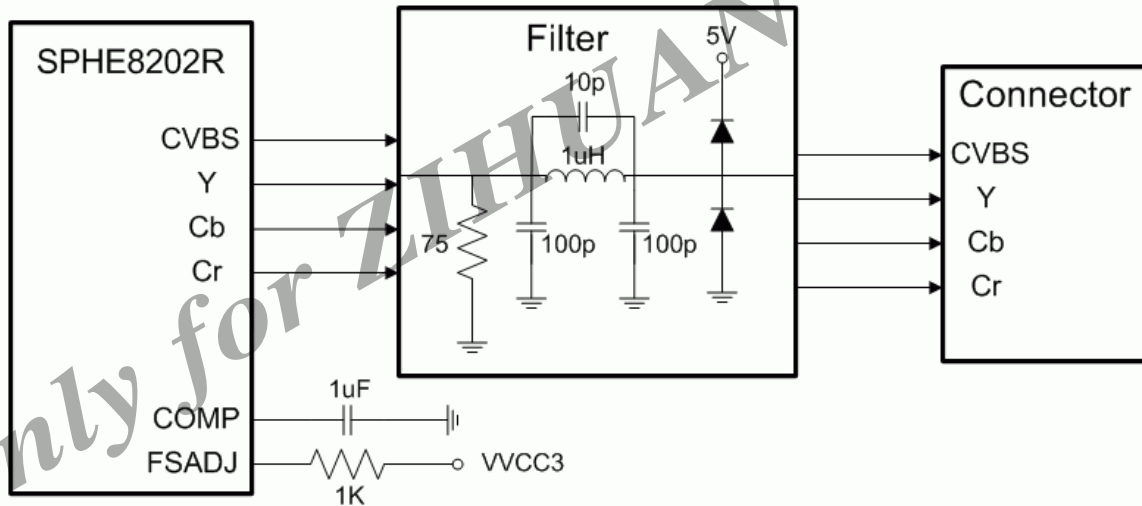

Figure 3-1 SD DAC - buffer + filter + protector
- (1) SPHE8202R 在 Video 预设全电流模式，因此建议 filter 相关参数如图 3-1，另外 COMP 输出接的参考电容为 1uF，Rset 为 1K ohm。